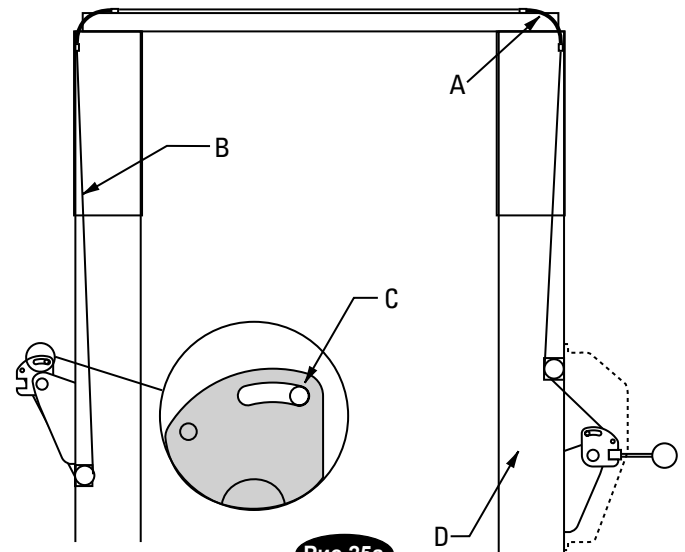

Рис. 25a - сборочные части
- D) Прикрепите направляющие кронштейны канала кабеля защелки к перекрытию согласно рис. 25a и 25b. Всегда используйте отверстия на стороне въезда на подъемник. ННCS-болт должен быть в отверстии ,ближайшем к центру перекрытия ,см. рис. 25b.
- E) Проложите кабель вверх внутри стойки и через направляющую защелки кабеля ,см. рис. 25a и 25b.
- F) Продолжите прокладку кабеля к направляющей кабельной защелки на левой стойке ,см. рис. 25a и 25b ,затем проложите кабель по этой направляющей ,см. рис. 25b.
- L) Затем потяните пластину управления вниз (см. рис. 25a и 26) для устранения всех зазоров между вырезом пластины управления и штифтом собачки защелки, см. рис. 25a.